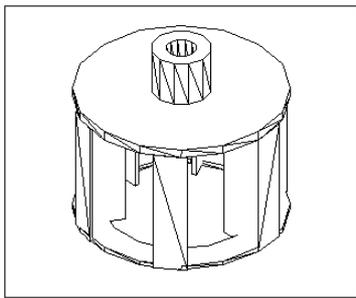

图 18-10
(4) 并集处理。单击  按钮或者在命令行直接输入 `union`，合并上述叶片和底面，顶面。
(5) 差集处理。单击  按钮或者在命令行直接输入 `subtract`，从上述叶片中减去上述半径为 40 的圆柱。
(6) 作圆柱体。单击  按钮或者在命令行直接输入 `cylinder`，以  $(0, 0, 70)$  为底面中心，分别作半径为 15，高度为 30 的圆柱和半径为 7.5，高度为 30 的圆柱。
(7) 差集处理。单击  按钮或者在命令行直接输入 `subtract`，结果如图 18-10 所示。